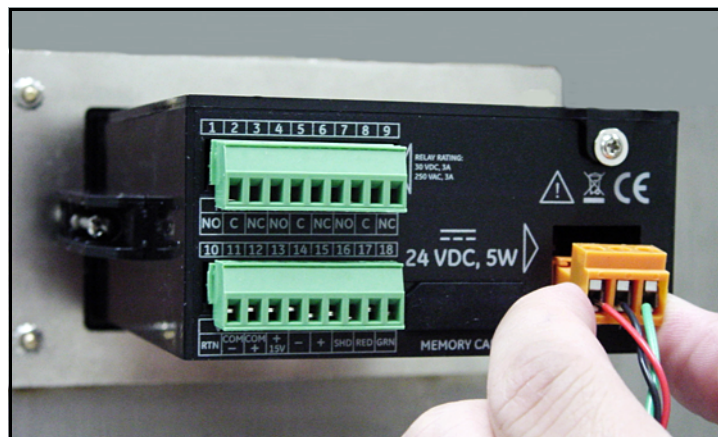

Figure 34: Wiederanschlößen des Gleichstromsteckers
4. Schließen Sie den Gleichstromstecker wieder an der Rückseite des **dew.IQ** an (siehe *Figure 34* unten).